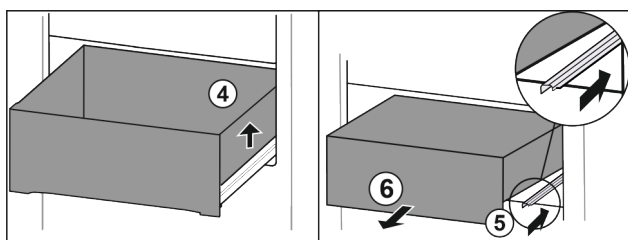

Fig. 23
- ▶ 抬起抽屉右侧。 Fig. 23 (4)
- ▶ 推入右侧轨道。 Fig. 23 (5)
- ▶ 朝前取出抽屉。 Fig. 23 (6)